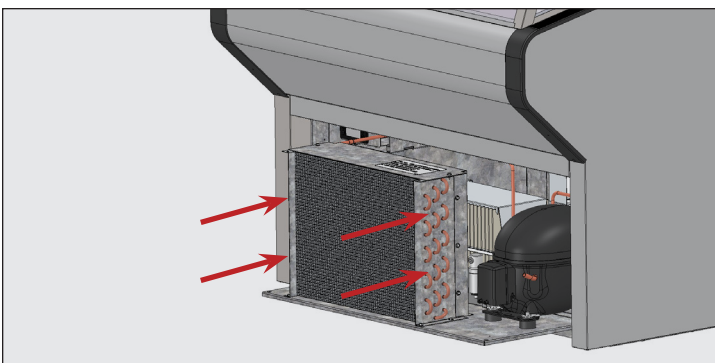

Abb. 7. Die Verflüssigereinheit vorsichtig wieder einsetzen und die Schrauben eindrehen.
10. Kompressoreinheit vorsichtig wieder einsetzen und festschrauben. Siehe Abb. 7.